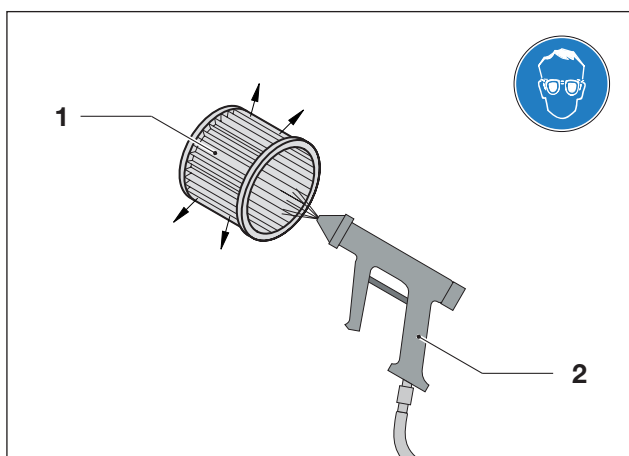
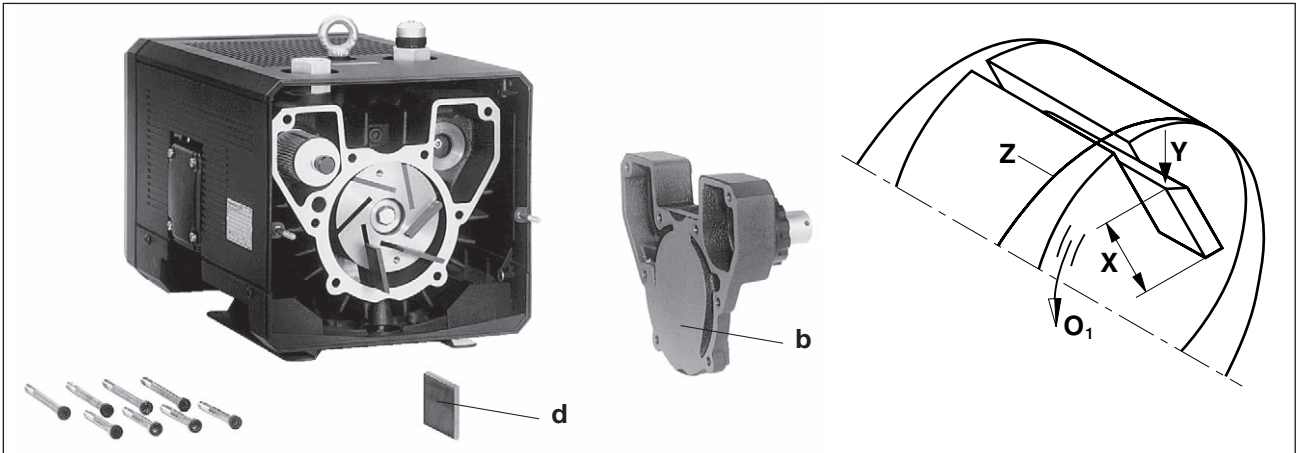

Fig. 6 Soufflage de la cartouche du filtre
Fig. 7 Remplacement des palettes
V-VTN (01) (11) : dévisser la grille de refoulement (fig. 6/G). Désolidariser le couvercle de corps (fig. 7/ b) du corps. Retirer les palettes (fig. 7/d) pour les contrôler. Toutes les palettes doivent avoir une hauteur minimum (fig. 7/X) :
Nettoyer le corps et les fentes du rotor par soufflage. Placer les palettes dans les fentes du rotor. Lors de l'insertion, veiller à orienter les palettes côté oblique (fig. 7/Y) orienté vers l'extérieur et que cette pente (fig. 7/O1) concorde dans le sens de rotation avec le schéma de perçage du corps (fig. 7/Z). Visser le couvercle de corps (fig. 7/b) et la grille de refoulement (fig. 6/G). Avant la mise en service, faire tourner le ventilateur pour vérifier que les palettes tournent bien. Il convient à cet effet de dévisser la grille d'aspiration (fig. 2/G1) ou le capot de protection (fig. 3/G2).